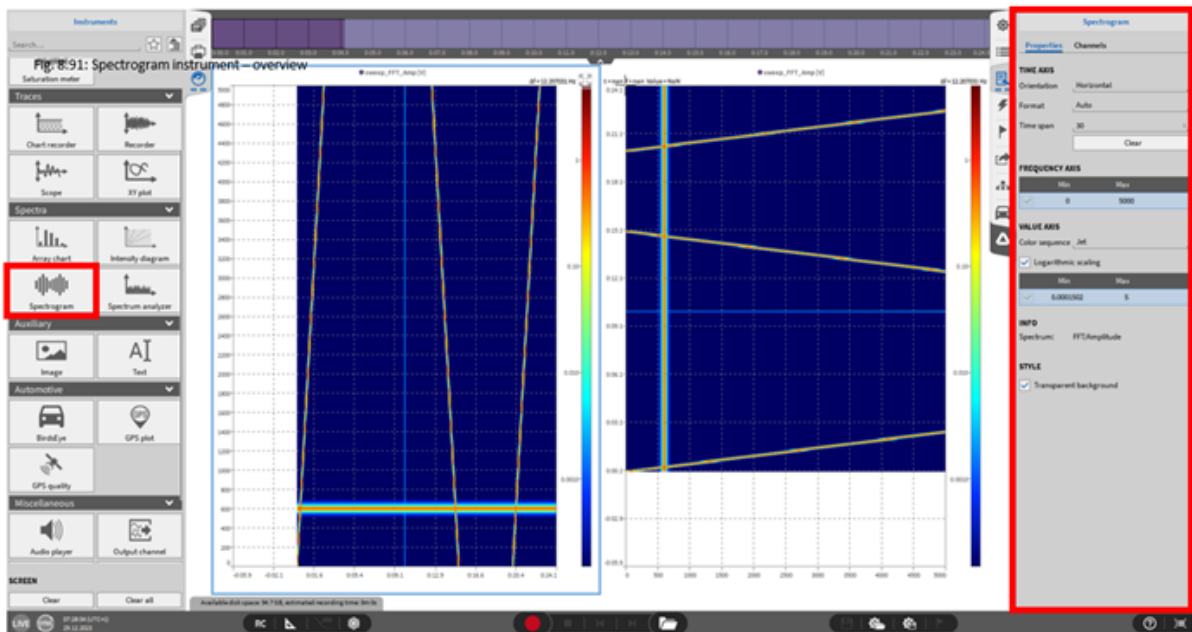

Abb. 8.51: Spektrogramm – Übersicht
Die vergangene Zeit wird auf der X-Achse dargestellt, die Frequenz auf der Y-Achse und die Amplitude des Signals wird farbcodiert auf der Z-Achse dargestellt (linkes Instrument in Abb. 8.51).
- Zeitachse – Orientierung: *horizontale* Orientierung ordnet die Zeitachse der X-Achse des Instruments zu (siehe linkes Instrument in Abb. 8.51) und *vertikale* Orientierung ordnet die Zeitachse der Y-Achse zu (siehe rechtes Instrument in Abb. 8.51).